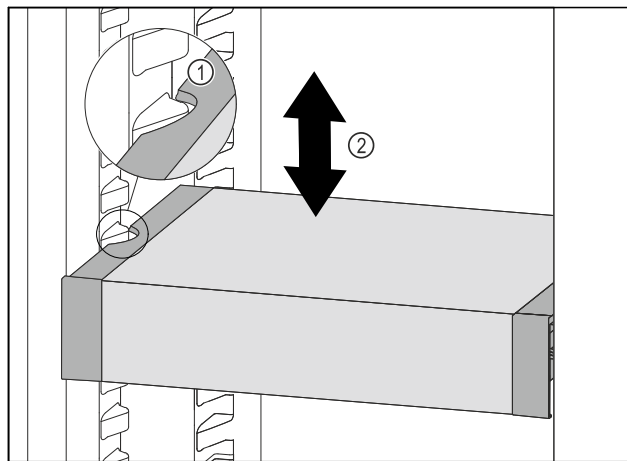

Fig. 132
- Потягнути VarioSafe вперед, поки бокові заглиблення VarioSafe не опиняться на рівні ребра для резервуара в охолоджувальному відділенні. Fig. 132 (1)
- Пересувajte VarioSafe вгору або вниз в охолоджувальному відділенні до тих пір, поки не досягнете бажаної висоти. Fig. 132 (2)